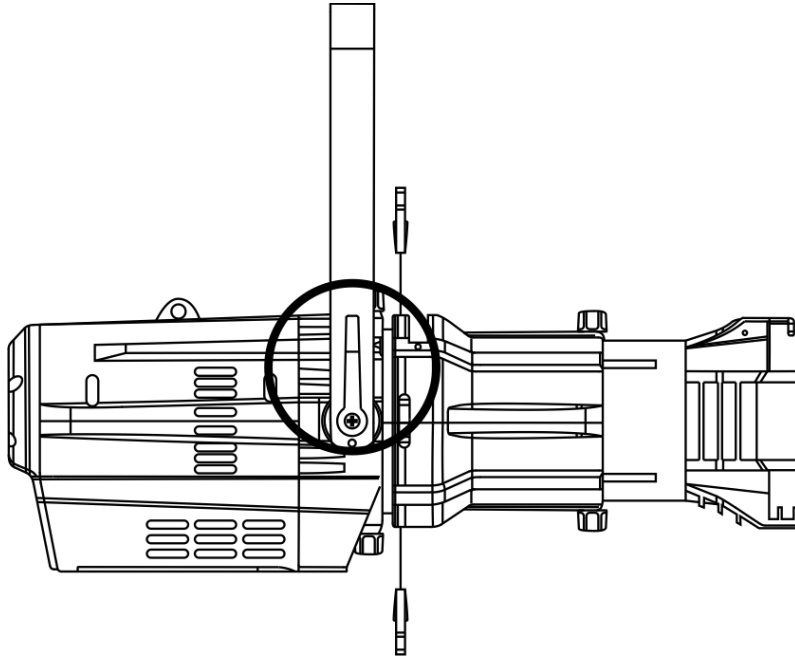

Abb. 10
- 02) Kippen Sie den Scheinwerfer in die gewünschte Position (Abb. 10).